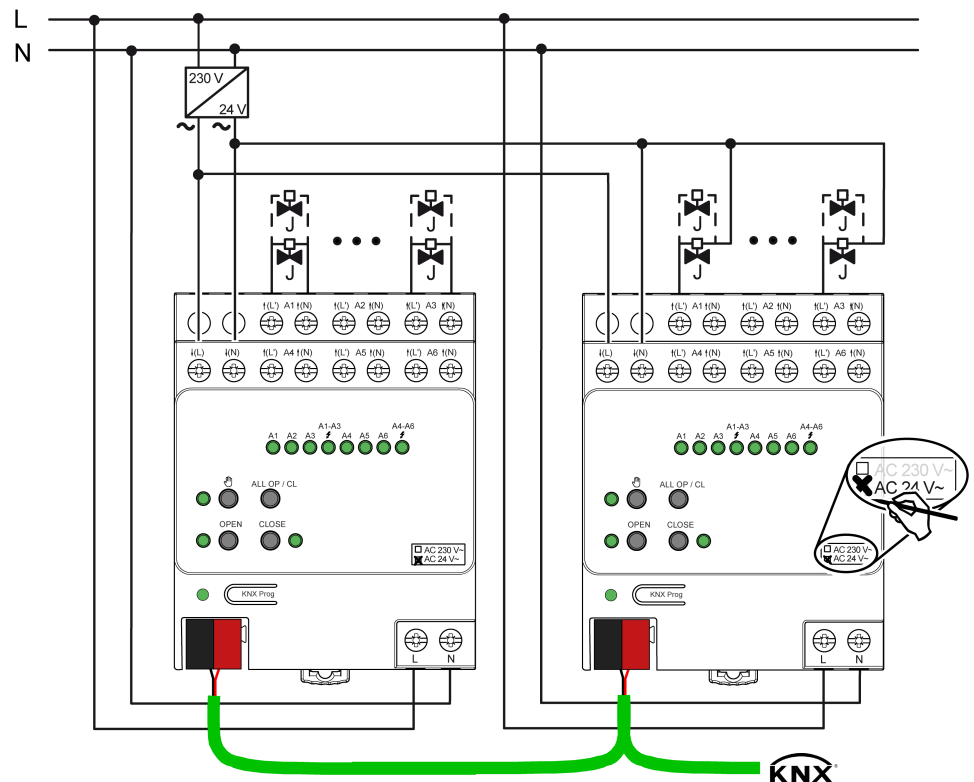

Figura 3: Collegamento per azionamenti AC 24 V
- Collegare gli attuatori AC 24 V secondo lo schema elettrico degli allacciamenti (Vedi figura 3). È possibile collegare gli azionamenti singolarmente e direttamente ai morsetti delle uscite dell'attuatore di riscaldamento (esempio di collegamento a sinistra), o in alternativa mediante un conduttore comune (esempio di collegamento a destra).